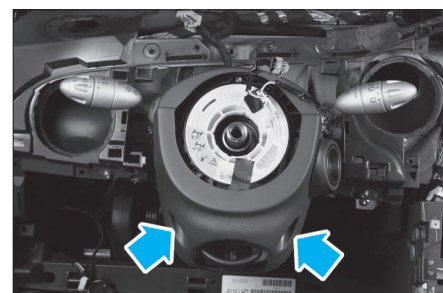

FIG. 7
- le cache inférieur de colonne de direction (Fig.7).